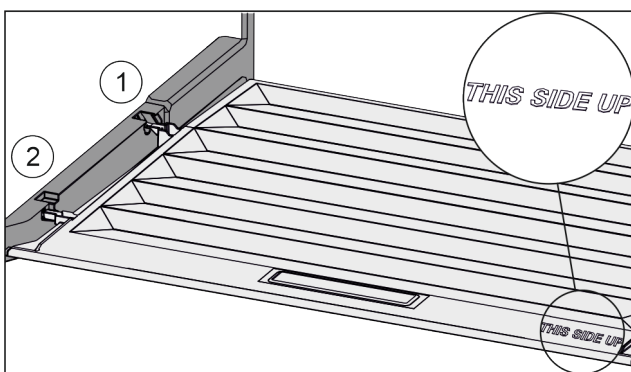

Fig. 115
- ▶ Výstupky veka zavedte cez otvor zadného držiaku Fig. 115 (1) a zaistite vpredú v držiaku Fig. 115 (2).